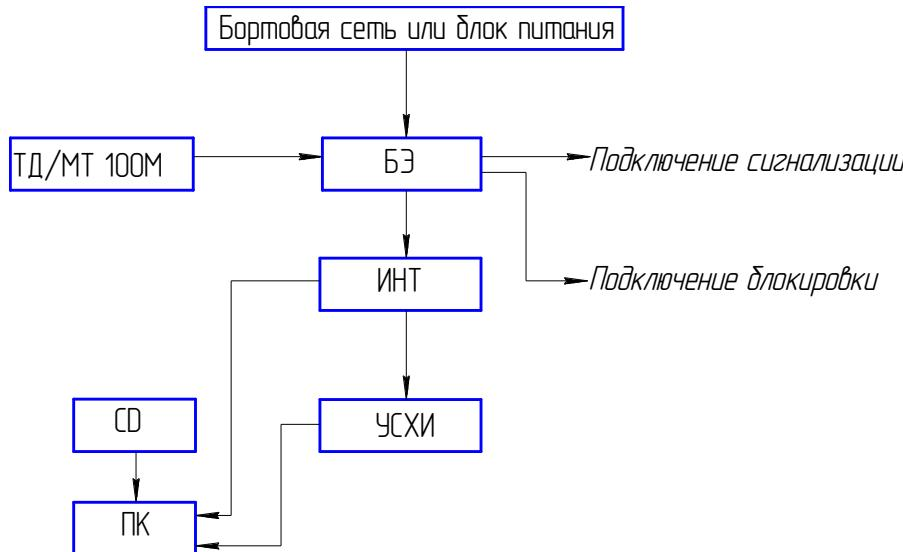

Рис. 2
1.4.2 Схема функциональная измерителя представлена на рис. 2.